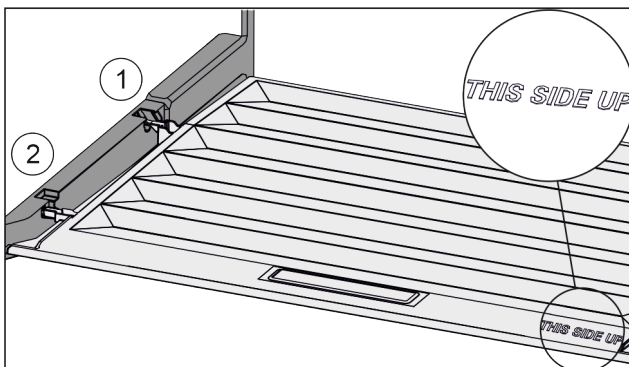

Fig. 35
- Deckelstege über Öffnung der hinteren Halterung Fig. 35 (1) einführen und vorne in Halterung Fig. 35 (2) einrasten.